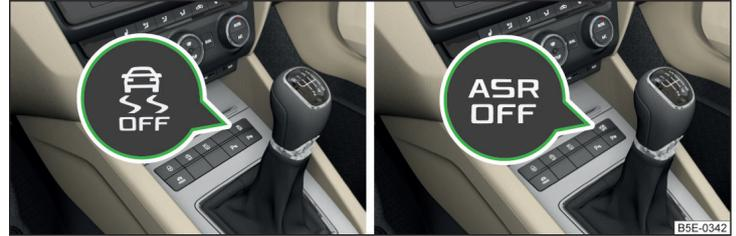

Abb. 134 Systemtaste: Fahrzeug mit ESC / Fahrzeug ohne ESC
- Durch langes Drücken der Symboltaste  für die Aktivierung und kurzes Drücken der Taste für die Deaktivierung » Abb. 134 auf Seite 142.
- Durch kurzes Drücken der Symboltaste  » Abb. 134.